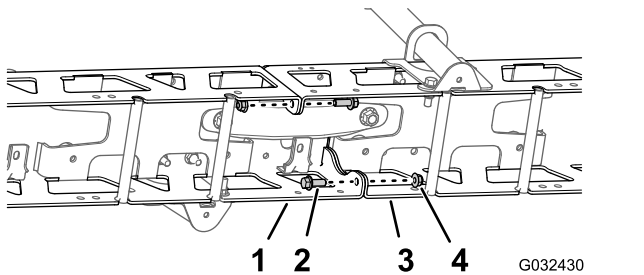

図 52
1. 左右のトラスフレームの垂直フランジを固定しているフランジヘッドボルト $\frac{3}{8}$  x 1" 2本とロックナット $\frac{3}{8}$ " 2個を取り外す 図 52。